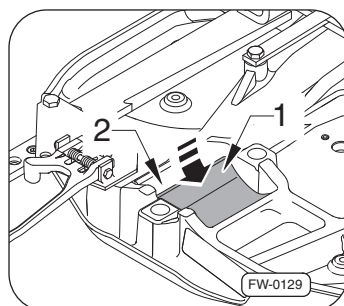

Fig. 43 · Installer les garnitures de paliers
2. Installer les nouvelles garnitures de paliers ⇒ Fig. 43 avec un point de colle ou de silicone sur le dessous – flèche 2 –.